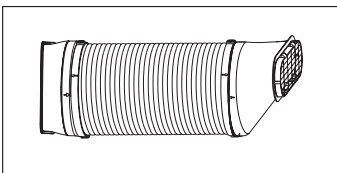

Fig. 3
3. Le tuyau assemblé avec les connecteurs d'entrée et de sortie apparaît comme fig 3.